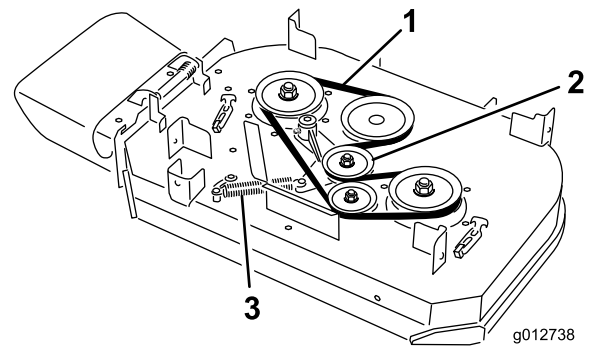

Figura 62
4. Desenganche el muelle de la clavija del brazo de la polea tensora (Figura 62).
5. Retire la correa usada del cortacésped (Figura 62).
6. Instale la correa nueva del cortacésped alrededor de la polea del embrague, las poleas de la plataforma y la polea tensora (Figura 62).
7. Enganche el muelle en la clavija del brazo de la polea tensora (Figura 62).
6. Instale la correa nueva del cortacésped alrededor de las poleas de la plataforma y la polea tensora (Figura 62).
5. Desenganche el muelle de la clavija del brazo de la polea tensora (Figura 62).
6. Retire la correa usada del cortacésped (Figura 62).
7. Instale la correa nueva del cortacésped alrededor de las poleas de la plataforma, la polea del embrague y la polea tensora (Figura 62).
8. Enganche el muelle en la clavija (Figura 62).